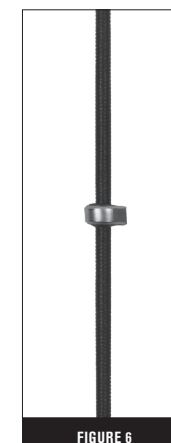

FIGURE 6
- Les encoches en laiton s'installent et se déplacent facilement. Sertir le point d'encoche en laiton tout juste pour qu'il tienne en place jusqu'à ce qu'il soit situé au point d'encoche souhaité. Une fois l'emplacement définitif de l'encoche déterminé, le sertir fermement en place. (Fig. 6)